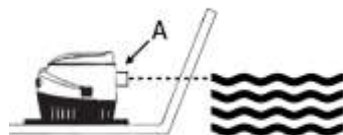

fig. 2
3. Identifiez l'endroit approprié pour l'installation dans la cale (fig. 2) :